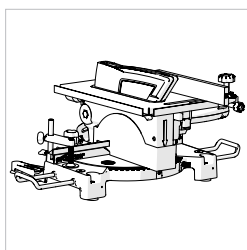

Fig. 18
- La Fury6 est maintenant prête à être utilisée en tant que scie de table. **(Fig. 18)**